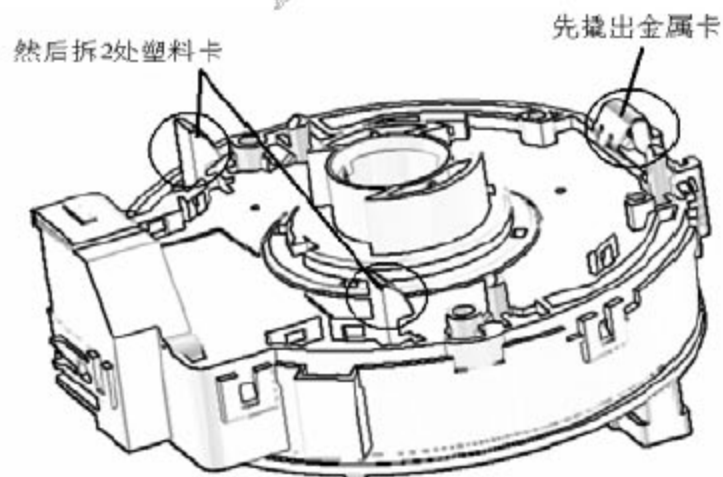

图 5.2—10
- 8). 拆下左组合开关（前照灯变光开关总成）。如图 5.2—10 所示。